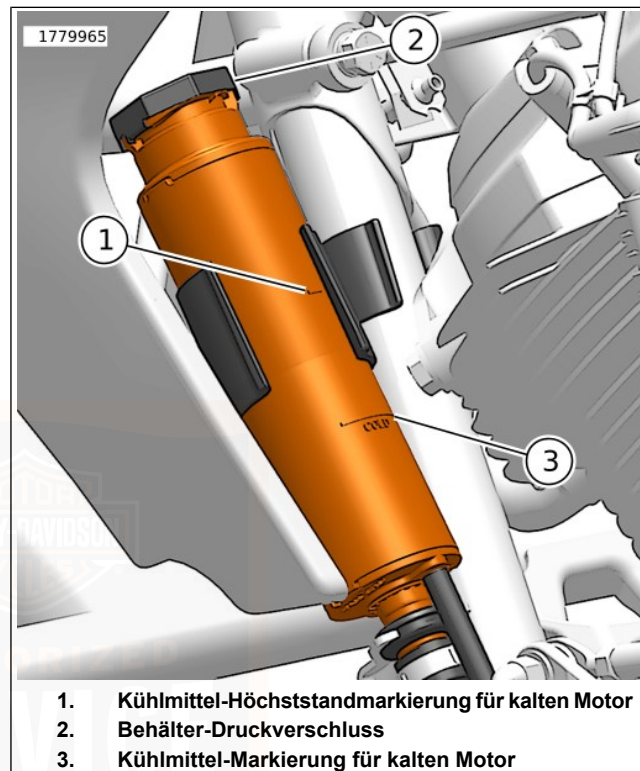

Abbildung 99. Kühlmittelstand
1. Siehe Abbildung 99. Prüfen, ob der Kühlmittelstand im Behälter zwischen der Kühlmittel-Höchststandmarkierung (1) und der Kühlmittel-Markierung für kalten Motor (3) liegt.
3. Siehe Abbildung 99. Den Druckverschluss (2) des Behälters entfernen.